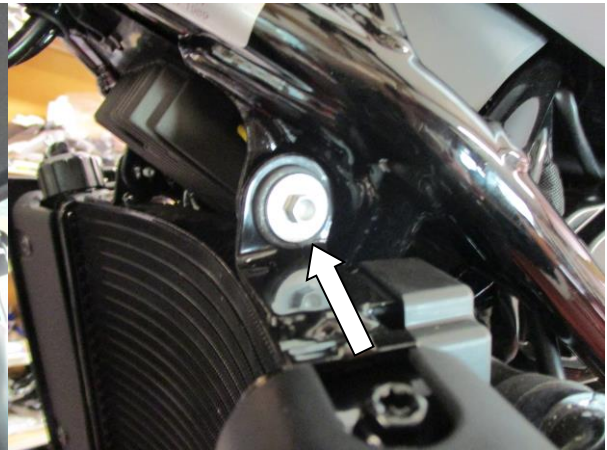

Abbildung 2
- Lösen Sie die zwei Schrauben oben auf dem Kühler (siehe Abbildung 2), um ca. 2mm Abstand zwischen den Montageschrauben und den Unterlegscheiben aus Gummi zu bekommen.